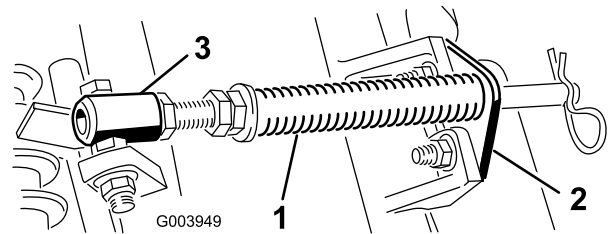

图4
- A. 拆下把杆支架固定到滚刀组凸耳上的 2 个车身螺栓和螺母（图4）。
- B. 拆下将弹簧管栓固定到承载架凸耳（图4）上的凸缘螺母，拆下组件。